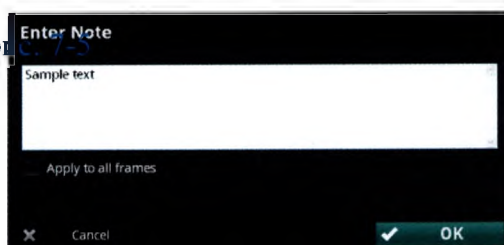

Рисунок 7-5. Диалоговое окно Enter Note (введите примечание)
3. Расположите курсор там, где должен отображаться текст. Откроется меню **Enter Note (введите примечание)** (см. рис. 7-5).